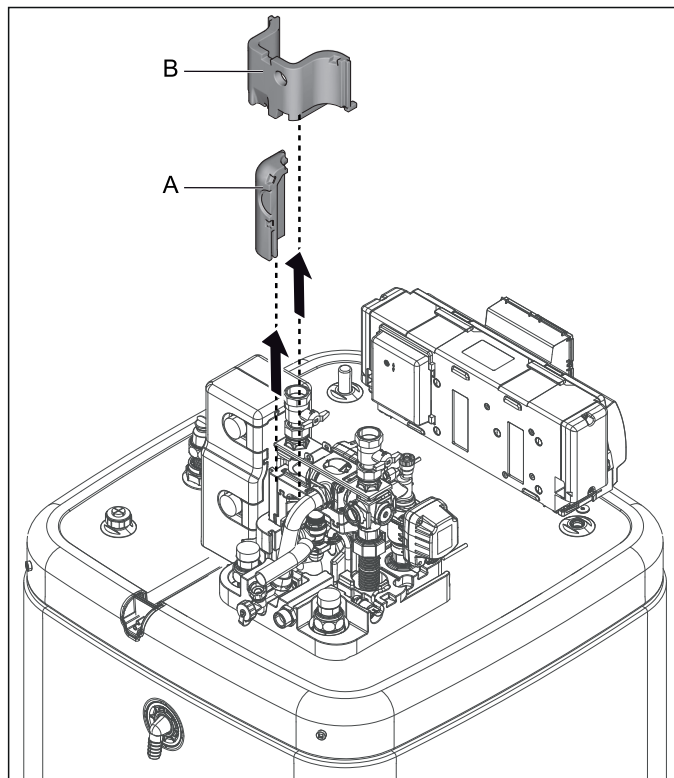

Bild 4-10 Untere Wärmedämmung abnehmen
- Seitendämmelement (Bild 4-10, Pos. A) senkrecht abziehen.
- Hinteres Dämmelement (Bild 4-10, Pos. B) senkrecht abziehen.